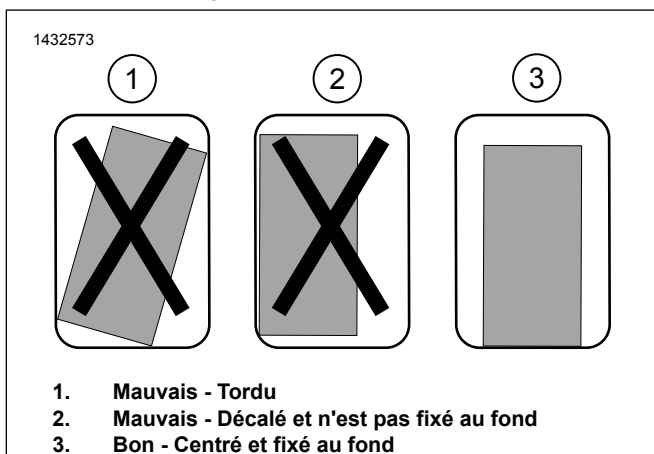

Figure 4. Installation du support de montage
- a. Voir la figure 4. Tester l'ensemble support de montage. Le support doit être parfaitement droit, centré et situé le plus près possible du fond de la sacoche.
- c. Voir la figure 4. Vérifier le positionnement final en vous assurant que le support est droit, centré et situé le plus près possible du fond de la sacoche.